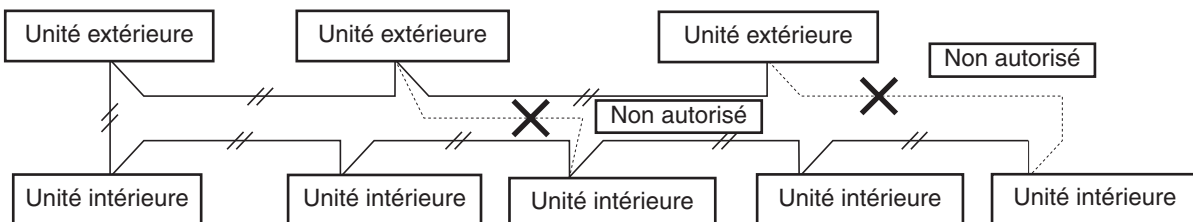

Fig. 5-1
(2) N'installez pas le câble de commande inter-unité de façon à ce qu'il forme une boucle. (Fig. 5-1)